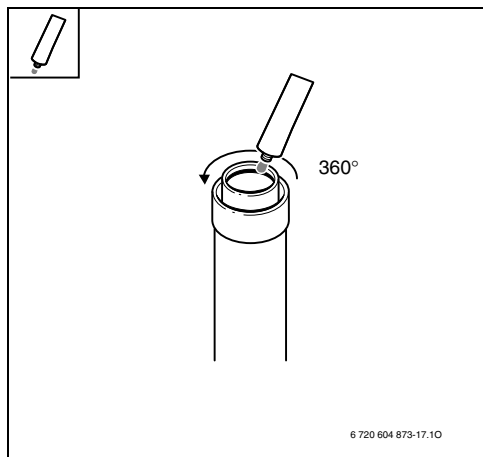

Fig. 29
► Applicare, sui raccordi e sulle guarnizioni, un velo di lubrificante esente da solventi (p.es. vaselina) (Fig. 29).